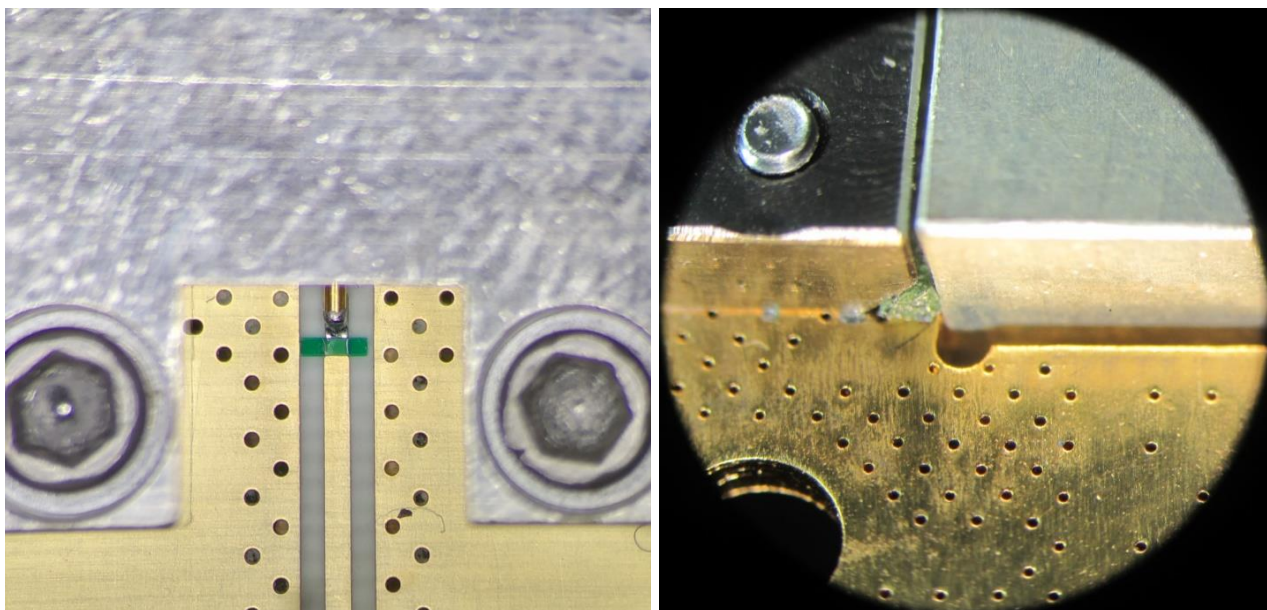

Рисунок 13. Правильно установленная розетка торцевая на печатную плату
15. Припаяйте центральный проводник розетки торцевой к линии на плате. Не допускается наплыв припоя за пределы ограничивающей маски. Правильно и аккуратно установленная розетка торцевая должна выглядеть согласно рис. 13.